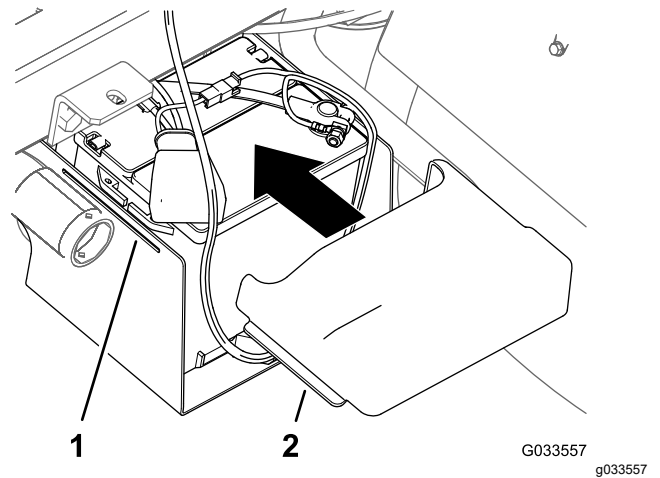

图 33
10. 挤压电池盖的侧面将电池盖的凸耳与电池座上的槽对齐然后松开电池盖图 33。